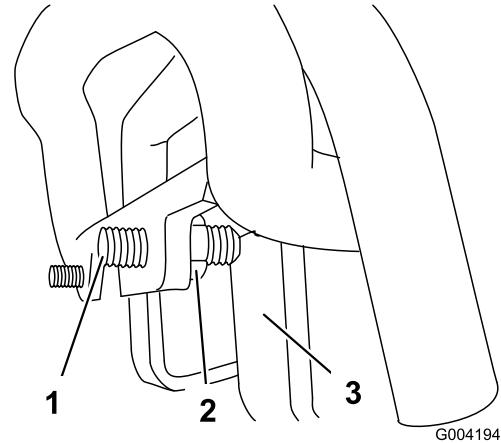

Figura 54
3. Se il trattore devia verso **sinistra**, allentare il controdado **destro** e regolare la vite di registro sulla parte anteriore del comando della trazione (Figura 54).
4. Se il trattore devia verso **destra**, allentare il controdado **sinistro** e regolare la vite di registro sulla parte anteriore del comando della trazione (Figura 54).